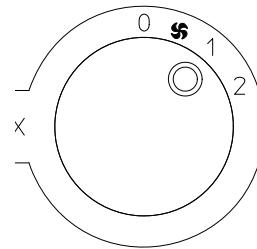

fig. 4
- *To activate MINIMUM POWER function, turn knob "B" (fig. 1) so that reference mark "I" is aligned with the "■" symbol on the control panel (fig. 4)*
- Pour activer la fonction PUISSANCE MINIMALE, tourner la molette "B" (fig. 1) de telle sorte que la référence "I" soit alignée sur le symbole "■" présent sur le pupitre de commande (fig. 4)